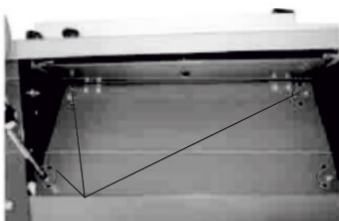

Рис. 4
1. Выкрутите против часовой стрелки четыре болта крышки нижнего отделения, снимите крышку (Рис. 4).